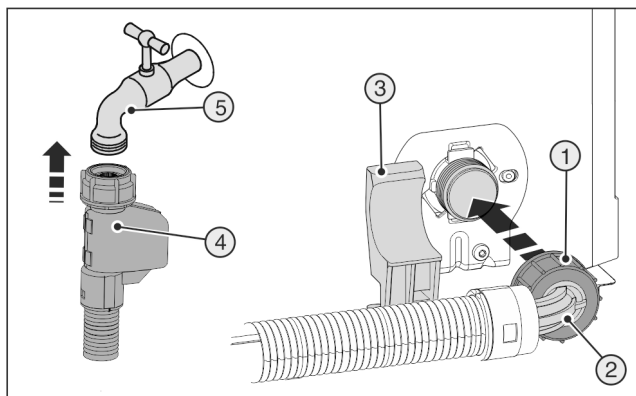

Fig. 22
- ▶ Liitä letkun suora pää Fig. 22 (4) sulkuhanaan Fig. 22 (5).